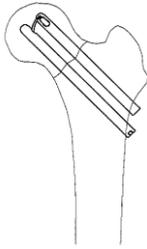

図13
- 13) インプラントの状態を正面像及び軸射側面像で確認し、縫合して手術を終了します。(図13)